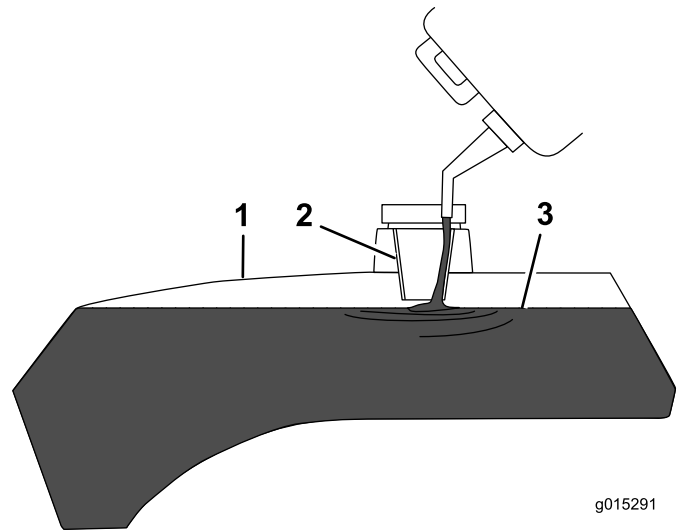
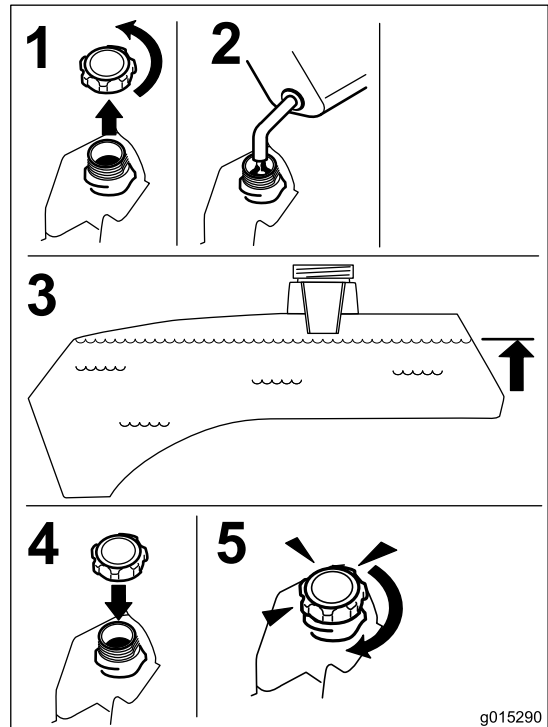

Figura 7
Figura 8
3. Añada gasolina normal sin plomo a ambos depósitos de combustible hasta que el cuerpo del depósito está lleno, pero sin que el combustible llene el cuello del depósito (Figura 7 y Figura 8). Este espacio vacío en el cuello del depósito permite la dilatación de la gasolina. No llene totalmente los depósitos de combustible.